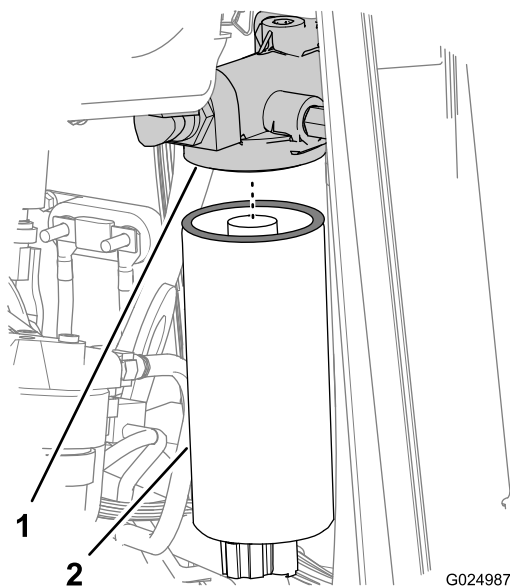
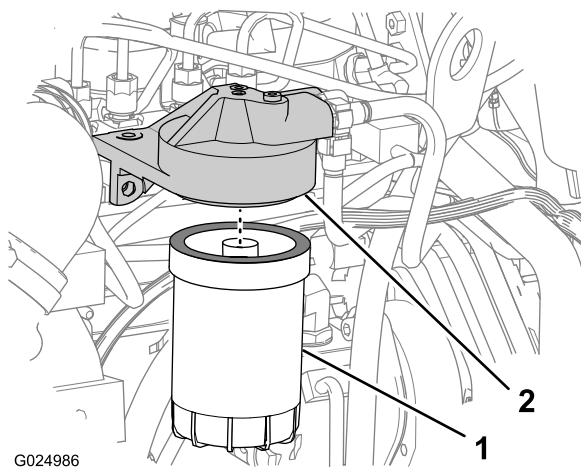

Рисунок 74
Рисунок 75
7. Ослабьте и снимите топливный фильтр грубой очистки (Рисунок 74).
9. Ослабьте и снимите топливный фильтр тонкой очистки (Рисунок 75).
1. Начисто протрите уплотнительные поверхности переходников фильтров грубой и тонкой очистки (Рисунок 74 и Рисунок 75).
3. Установите фильтр грубой очистки на переходник фильтра и затяните фильтр, пока прокладка не войдет в контакт с поверхностью головки фильтра (Рисунок 74).
6. Установите фильтр тонкой очистки на переходник фильтра и затяните фильтр, пока прокладка не войдет в контакт с поверхностью головки фильтра (Рисунок 75).